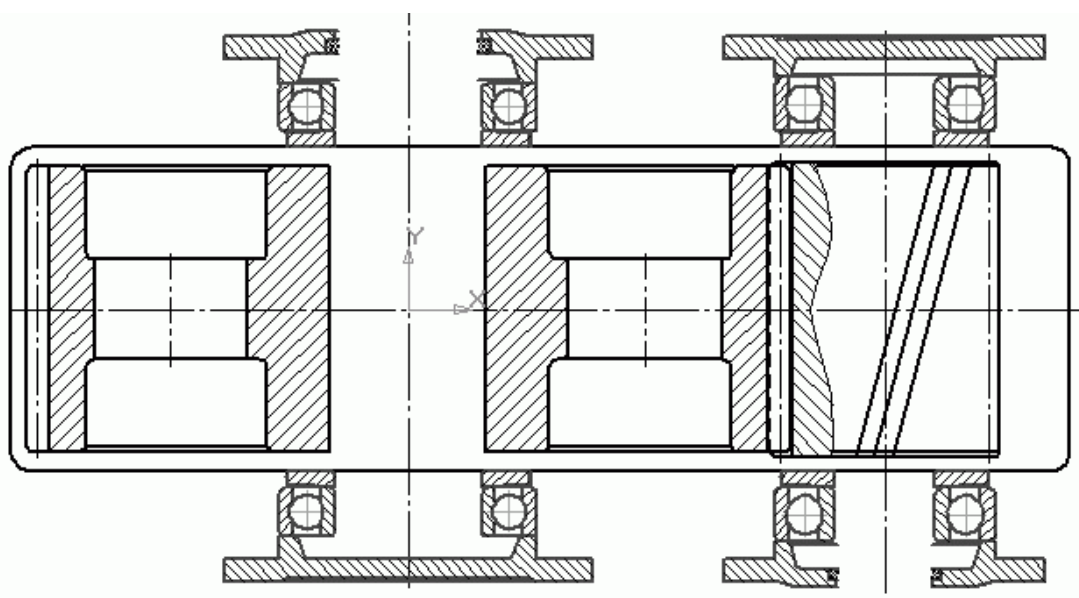

Рис. 2.93. Готовое изображение подшипниковых узлов
7. Удалите вспомогательные линии (Редактор > Удалить > Вспомогательные кривые и точки > В текущем виде) и посмотрите на созданный чертеж (рис. 2.93).